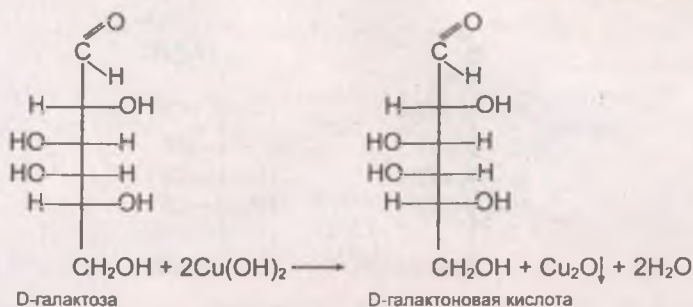

Рис. 248
- 2) реакция моносахаридов с гидроксидом меди при нагревании приводит к образованию альдоновых кислот (рис. 248);